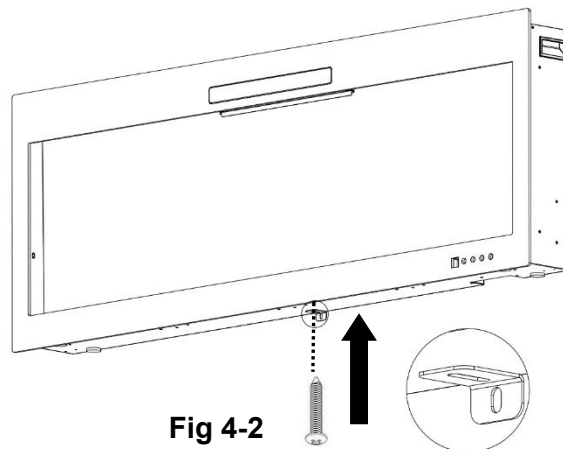

Fig 4-2
B. Cu ajutorul șurubului îndepărtat anterior, atașați suportul în L (furnizat) la partea inferioară a cutiei șemineului. **(Fig. 4-2)**